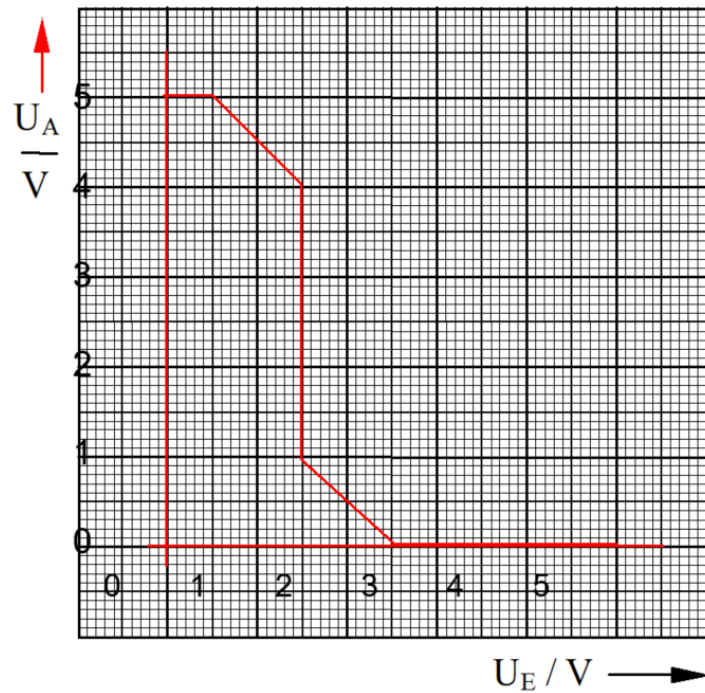

Abbildung 7
b) Der Inverter hat eine Übertragungskennlinie nach Abbildung 7. Ermitteln Sie graphisch die absoluten (ΔU_H , ΔU_L) und die relativen (Z_H , Z_L) Störabstände des Inverters.